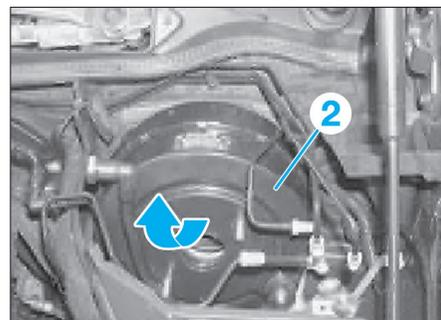

Fig. 33
- Retirer le servofrein (2) avec précaution du tablier d'auvent et le sortir en le basculant (Fig.33).